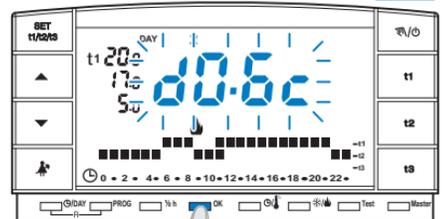

fig. 31
- Une fois la valeur désirée obtenue, appuyer **2 fois** sur **OK** pour revenir au fonctionnement par programme (exemple sur la fig. 31).